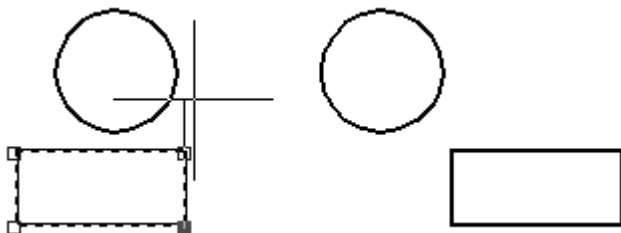

Рис. 15.8. Зеркальное отражение прямоугольника ручками относительно короткой стороны
4. Укажите привязкой вторую точку оси отражения. Исходный объект удаляется, но появляется его копия, отраженная относительно оси, проходящей через базовую точку (рис. 15.8).